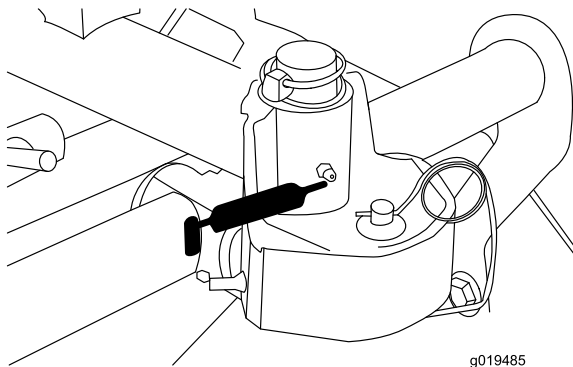

図 41
- ・ カuttingユニットのキャリアフレームとピボット（各 2） 図 41。